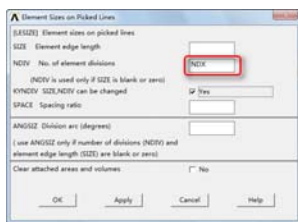

图 9-17 “Element Sizes on Picked Lines” 对话框
①依次选择 Utility Menu→Select→Everything。
②依次选择 Utility Menu→Plot→Lines，重新绘制直线。
③依次选择 Main Menu→Preprocessor→Meshing→Size Cntrls→ManualSize→Lines→Picked Lines，会弹出“Element Size on...”对话框，用鼠标选择线段 L1、L3。
④单击“OK”按钮会弹出“Element Sizes on Picked Lines”对话框，如图 9-17 所示，在“NDIV No. of element divisions”输入框中输入 NDX。
⑤单击“Apply”按钮，会再次弹出“Element Size on...”对话框，用鼠标选择线段 L2、L4。
⑥单击“OK”按钮会弹出“Element Sizes on Picked Lines”对话框，如图 9-17 所示，在“NDIV No. of element divisions”输入框中输入 NDY，在“SPACE Spacing ratio”输入框中输入-10，单击“OK”按钮。